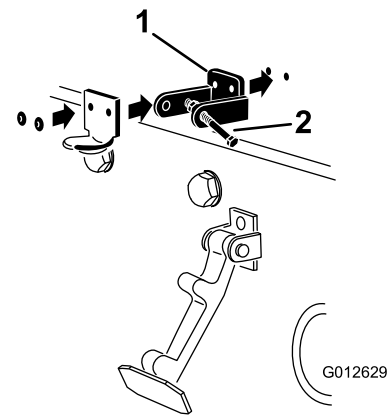

Bild 7
6. Nieten Sie die Halterungen und Scheiben an die Haube (Bild 7).
4. Fluchten Sie die Befestigungslöcher aus und positionieren Sie gleichzeitig die Halterung des CE-Riegels und des Motorhaubenriegels auf der Motorhaube (Bild 7).